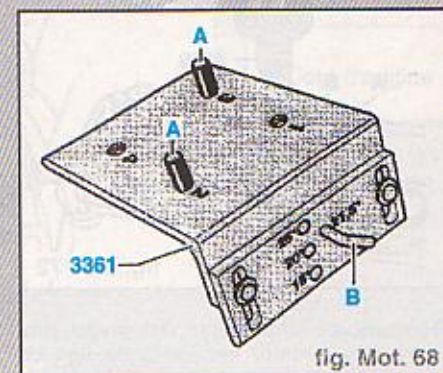

fig. Mot. 68
- mettre en place les goujons (**A**) des alésages des boulons de culasse dans les logements **2** et **3** (moteur 1,8 l) ou **1** et **4** (moteur 1,4 l) (fig. Mot. 68).